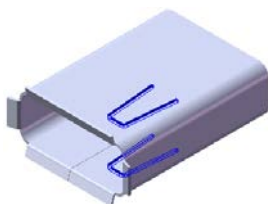
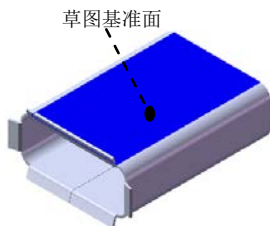
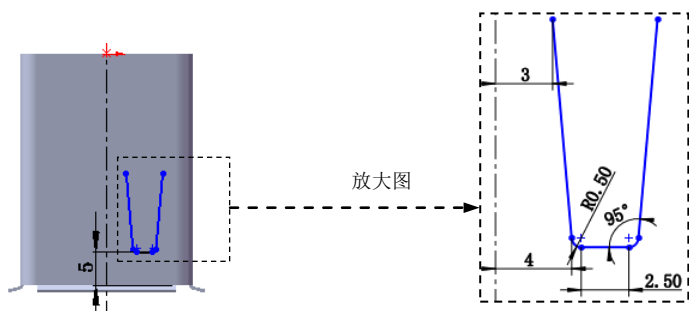

图 10.27 切除—拉伸 1
图 10.28 定义草图基准面
图 10.29 横断面草图
Step8. 创建图 10.27 所示的钣金特征——切除—拉伸 1。
(1) 选择命令。选择下拉菜单 **插入(I)** → **切除(C)** → **拉伸(E)...** 命令。
(2) 定义特征的横断面草图。选取图 10.28 所示的模型表面为草图基准面，绘制图 10.29 所示的横断面草图。